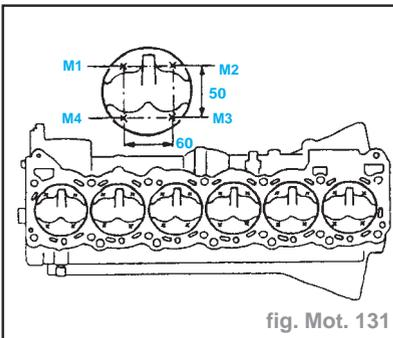

fig. Mot. 131
- Régler chaque piston à son point mort haut. Alors que le piston est maintenu dans cette position, mesurer sa hauteur de dépassement en quatre points (**M1**, **M2**, **M3** et **M4**) et noter les valeurs mesurées (fig. Mot. 131).